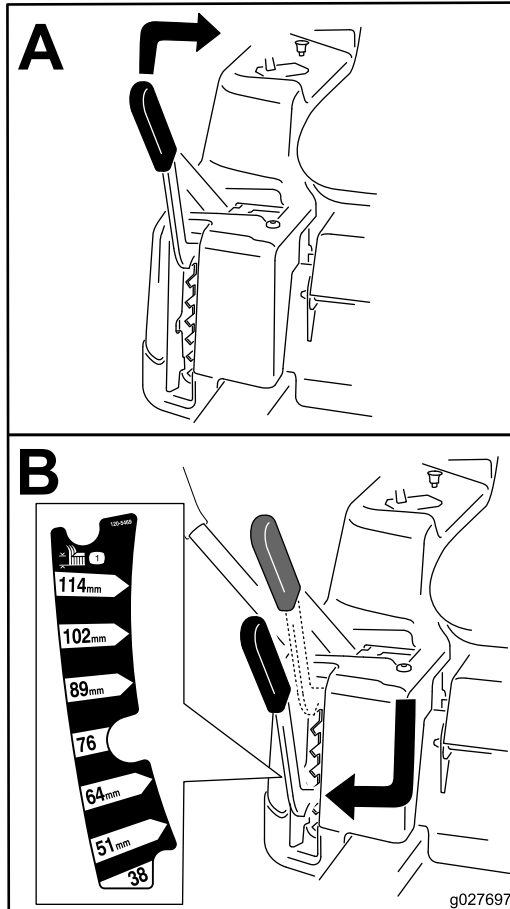

Figure 27
**Remarque:** La position de transport est la hauteur de coupe la plus élevée (115 mm), comme montré à la Figure 27.
La hauteur de coupe est commandée par le levier situé à droite de la position de conduite (Figure 27).